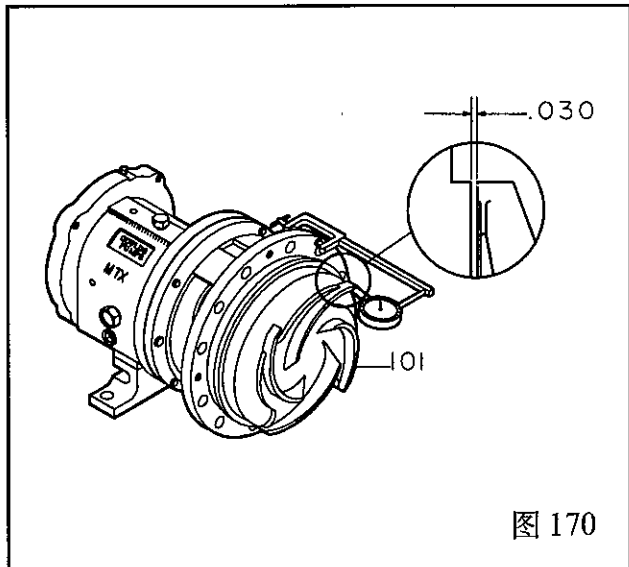

图 170
6. 检查叶轮的跳动量, 对每一叶片顶部都需检查, 百分表最大读数超过 0.005 英寸 (0.13mm) 时, 表明存在问题。(图 170)